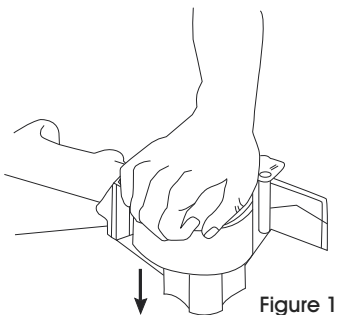

Figure 1
1. Place dispenser on flat surface. Push tape roll fully onto dispenser. Be sure tape unwinds with sticky side down. (See Figure 1)
1. Déposez le dévidoir sur une surface plane. Installez le rouleau de ruban adhésif sur la roue du ruban en poussant celui-ci vers le bas. Assurez-vous que le côté adhésif du ruban est orienté vers le bas en le déroulant. (Voir Figure 1)